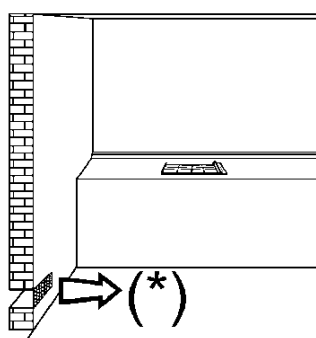
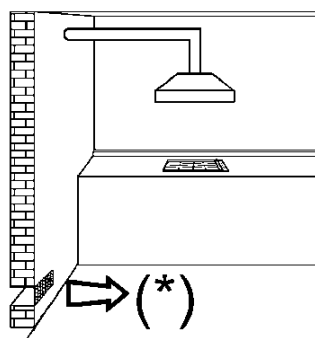
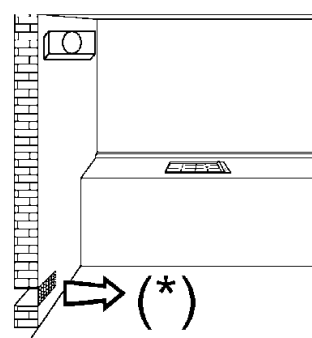

FIG. 3
FIG. 4
FIG. 5
- a utilização de um aparelho de cozimento a gás produz calor e umidade no ambiente no qual está instalado. Portanto, é necessário garantir uma boa ventilação do ambiente mantendo as aberturas de ventilação natural desobstruídas (fig. 3) e ativando o dispositivo mecânico de ventilação (exaustor ou ventilador elétrico fig. 4 e fig. 5).
maneira direta através de aberturas permanentes feitas nas paredes do local a ventilar que dêem para o exterior, com uma seção mínima de 100 cm² (ver a fig. 3). Estas aberturas devem ser feitas de maneira que não possam ser obstruídas.
Os aparelhos de cozimento a gás devem descarregar sempre os produtos da combustão mediante exaustores ligados a chaminés, fumeiros ou diretamente ao exterior (ver a fig. 4). Se não existir a possibilidade de instalação do exaustor, admite-se a utilização de um ventilador instalado numa janela ou numa parede que dê para o exterior, que deve funcionar simultaneamente ao aparelho (ver a fig. 5), desde que sejam respeitadas à risca as disposições referentes à ventilação impostas pelas normas em vigor.